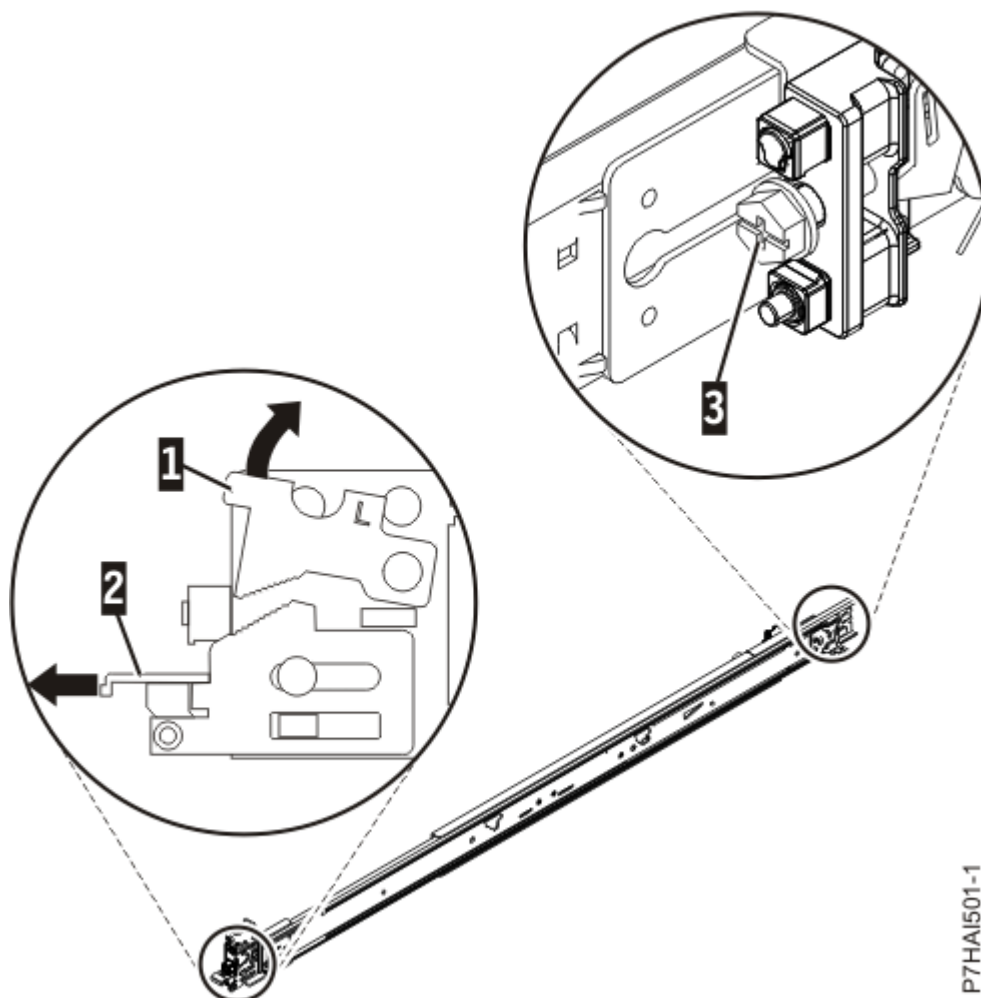

Figura 2. Deschiderea zăvorului din față și scoaterea șurubului din spate
2. Împingeți în sus pe urechea de blocare **(1)** din față și trageți în afară zăvorul **(2)** la partea din față a șinei. Apoi scoateți șurubul din partea din spate a șinei **(3)**. Pentru detalii, consultați Figura 2 la pagina 4.